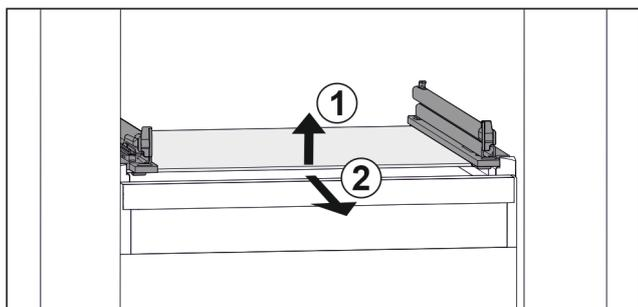

Fig. 166 Representación de la placa de vidrio a modo de ejemplo
- ▶ Levante la placa de vidrio por delante. Fig. 166 (1)
- ▶ Retire la placa de vidrio hacia delante. Fig. 166 (2)